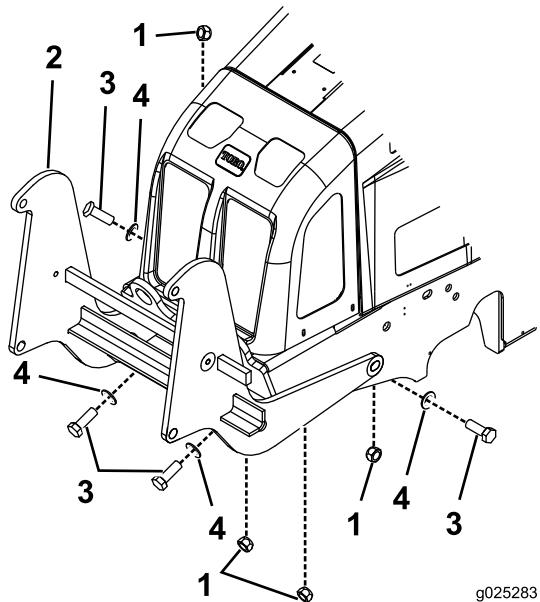

Figure 2
- Retirez les boulons et rondelles qui fixent le cadre de montage à la machine (Figure 2).